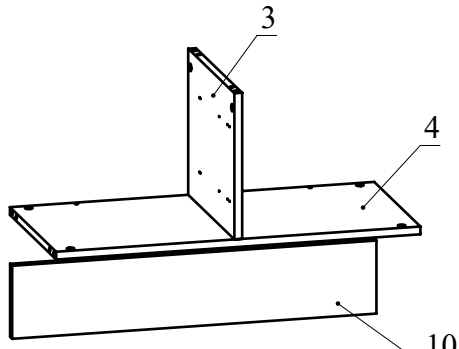

Рис.6
7. Соединить при помощи конфирматов 7x50 детали 3 и 4 (Рис.6).
8. Скрепить при помощи конфирматов 7x50 деталь 4 с деталью 10 (Рис.6).